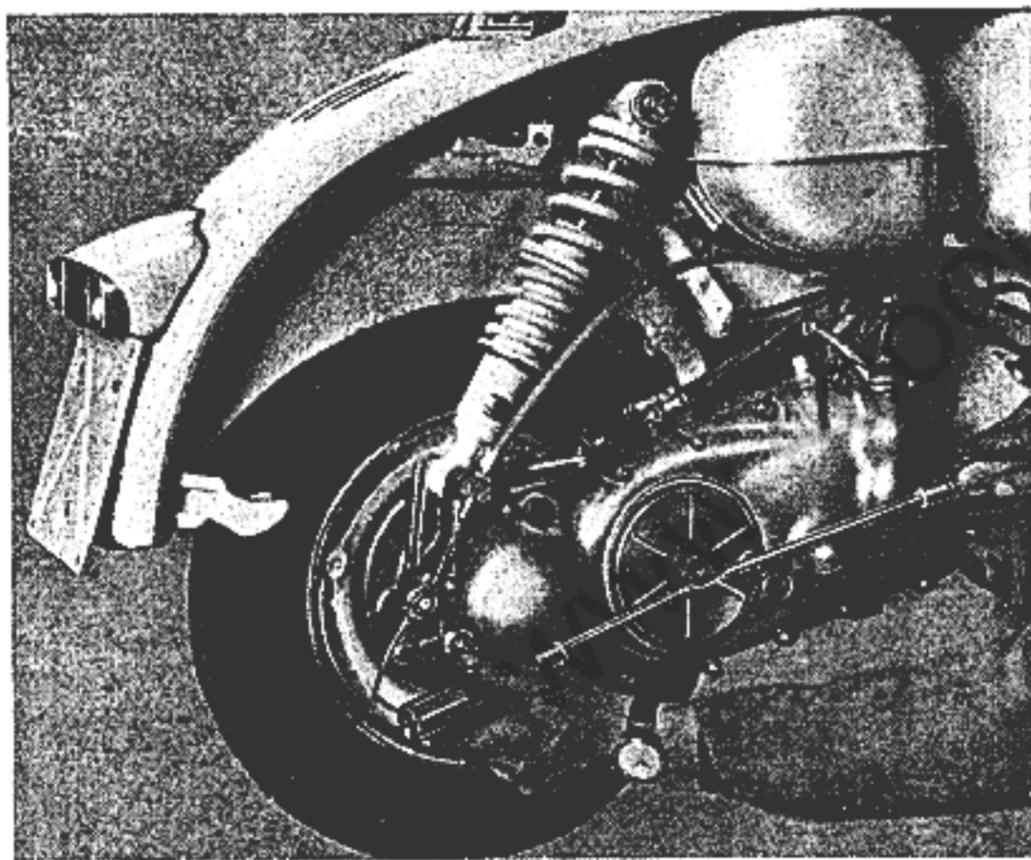

Fig. 26
- op. 4 - Prima di infilare la leva avviamento è necessario caricare opportunamente la molla di richiamo aiutandosi con due cacciaviti (fig. 26) (sui modelli con molla di richiamo avente la piattina di spess. mm 1,5 dare giri 1 e mezzo di precarica; sui modelli con molla di richiamo avente la piattina di spess. mm 2, dare 2/3 di giro di precarica).